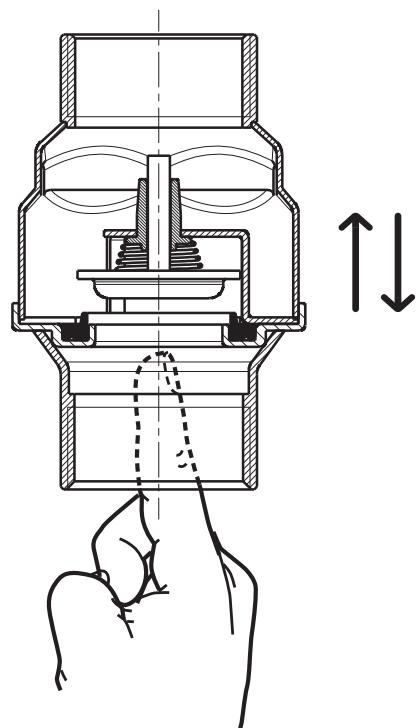

Fig. 1
- Controleer of de klep goed functioneert door de sluiter aan de zuigzijde in de door de pijl die in het kleplichaam aangebracht is aangegeven richting te duwen (fig. 1). De sluiter moet omhoog schuiven en als hij losgelaten wordt moet hij vanzelf weer omlaag gaan. Als dit niet gebeurt moet u controleren of er geen vreemde voorwerpen in de klep zitten en moet u dit nog een keer doen. Als de sluiter niet vrij beweegt mag de klep niet gemonteerd worden.